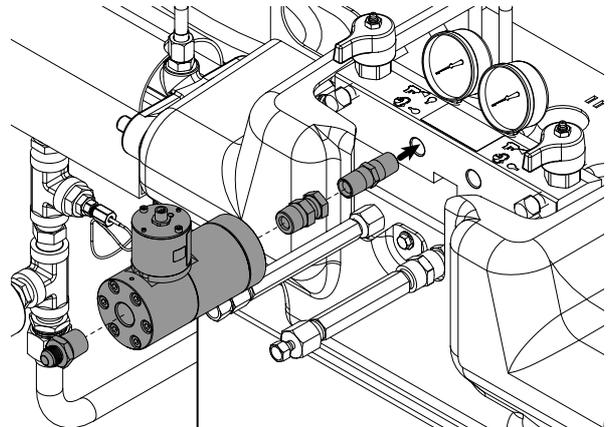

FIG. 11: Installation du débitmètre A (rouge)
7. Connectez le débitmètre A (rouge) et les raccords au collecteur de fluide. Consultez la FIG. 11.